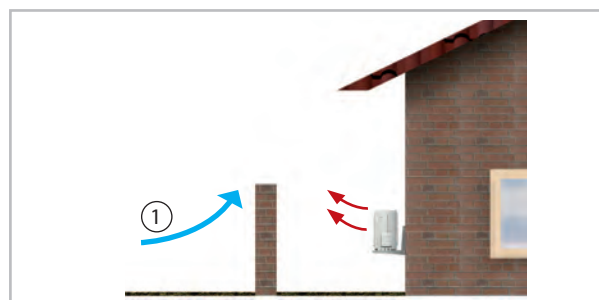
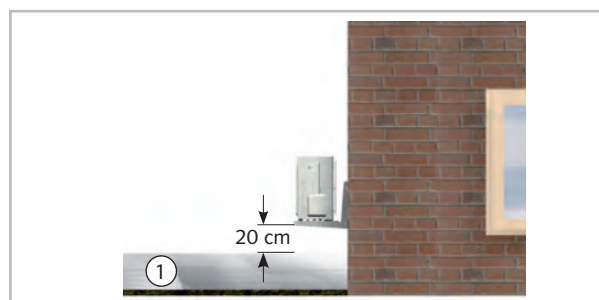

Fig. 20: Protection contre le vent
Fig. 21: Protection contre la neige
- Si vous placez l'unité extérieure à un emplacement très venté, vous devez la protéger du vent (Voir la Fig. 20). Vérifiez les limites d'enneigement (Voir la Fig. 21).
- Veillez, lors de l'installation, à la hauteur d'enneigement attendue et prévoyez un espace d'env. 20 cm permettant, toute l'année, l'aspiration et la soufflerie de l'air extérieur (Voir la Fig. 21).